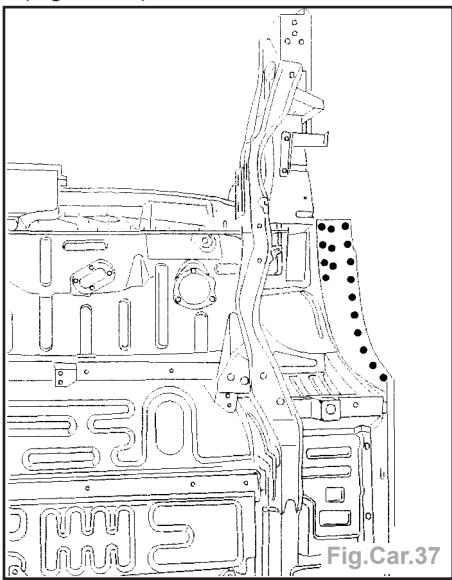

Fig.Car.37
- Souder par points bouchon MAG et meuler les points de soudure (Fig.Car.37).